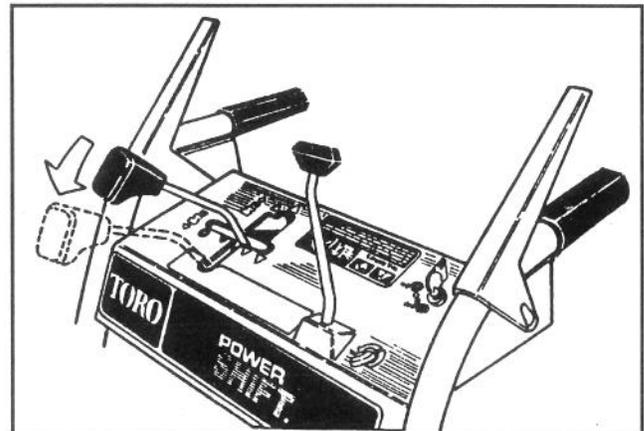

Abbildung 9
5. Man bringe die Räder manuell in die hintere Power Shift-Stellung indem man die Griffe nach oben zieht und die Schaltstange komplett nach vorn in die Power-Shift-Stellung bringt (Abb. 9).